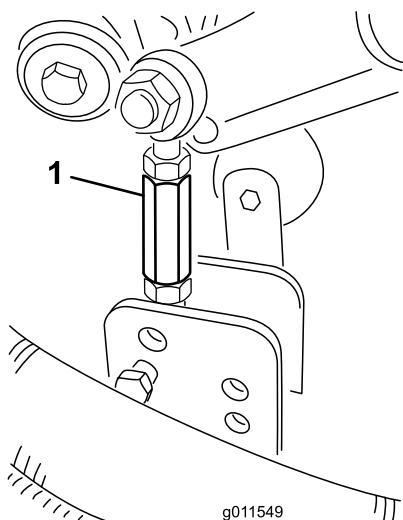

Рисунок 30
9. Снимите игольчатые шплинты и шплинтуюмые штифты, которые крепят тяги демпферов к кронштейнам дек газонокосилки (Рисунок 30).